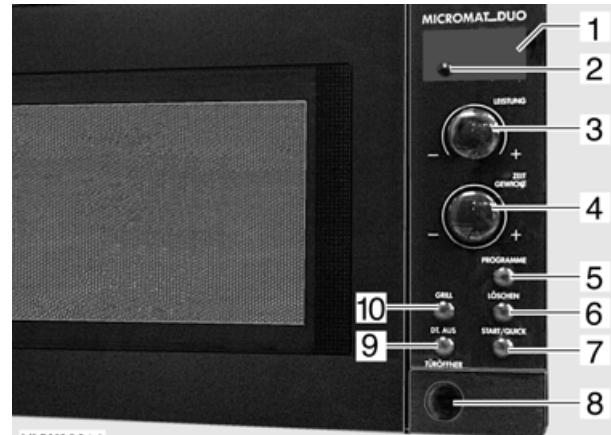

Bild 87 Bedienelemente für Mikrowellengerät
- Taste zum Öffnen der Tür (Bild 87,8) drücken und Lebensmittel in den Garraum stellen.
- Am Drehregler (Bild 87,3) Leistung wählen.
- Am Drehregler (Bild 87,4) Garzeit wählen.